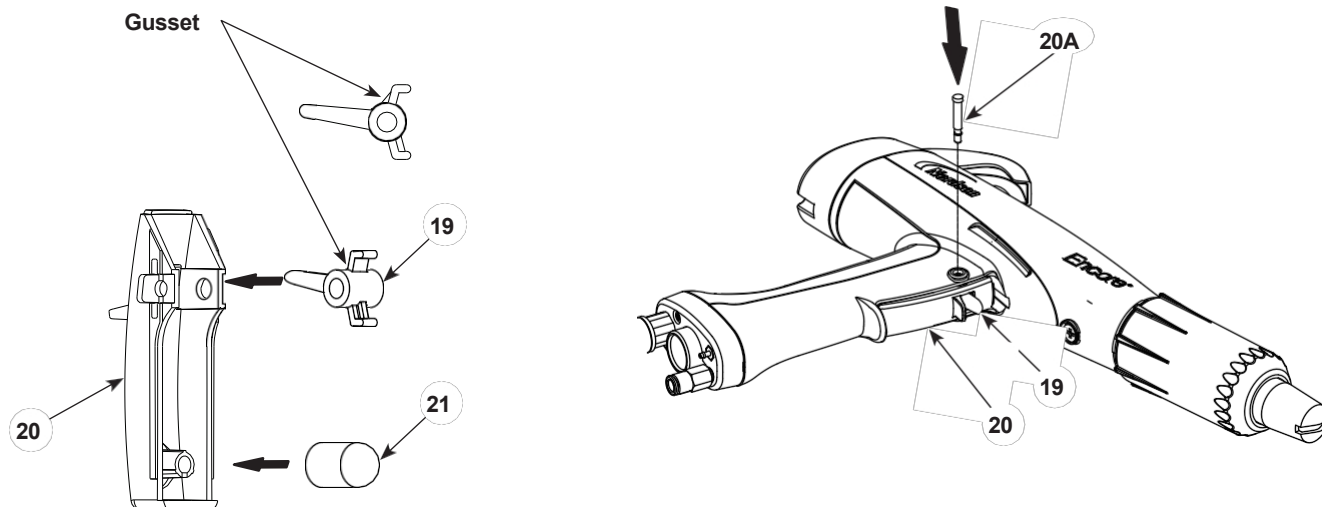

Figura 22 Reinstalați declanșatorul și axul
7. A se vedea figura 22. Instalați declanșatorul de purjare (19) în declanșatorul de pulverizare (20) cu mufa orientat în sus, după cum se arată. **Nu instalați declanșatorul de purjare cu susul în jos.**
8. Verificați dacă dispozitivul de acționare (21) este instalat pe stâlp.